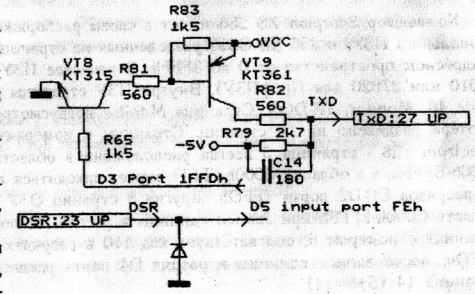

Рис. 1
- D3** - используется для вывода по RS-232C (рис.1);
- **DSR** - вывод для приема данных по RS-232. На рис. 1 приведена схема выходного и входного каскадов интерфейса RS-232.